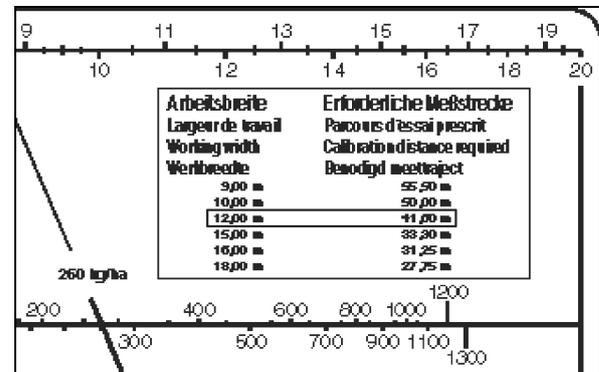
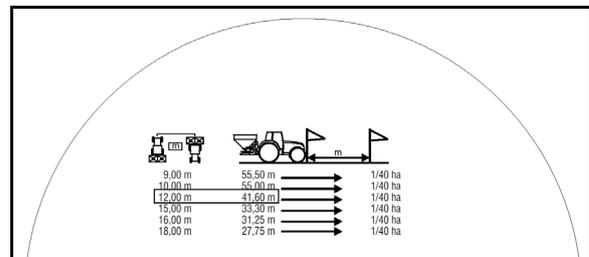

Fig. 67
Fig. 68
3. Prendre le trajet de mesure requis (41,6 m) dans le tableau (Fig. 67) du nomogramme ou sur le dos de la règle à calcul (Fig. 68) pour la largeur de travail requise (12 m).